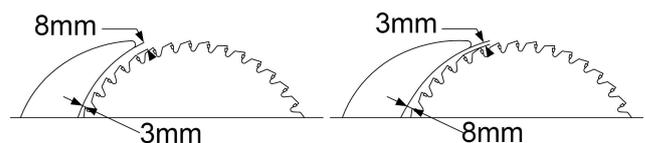

Abb.22
2. Der Abstand des Spaltkeils zum Zahnradsaum muss zwischen 3 mm und 8 mm gemessen werden, radial durch das Zentrum der Sägenpindel. Wie in **Abb.22** dargestellt.